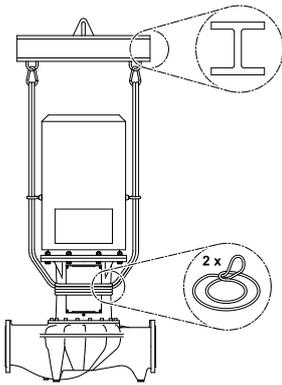

Fig. 32: Placering af laststroppe (Version IL)
- Før den løftes med kranen, skal der som vist (Fig. 32/33) fastgøres egnede remme rundt om pumpen. Anbring pumpen i løkkerne, som strammes omkring pumpen vha. dens egenvægt.